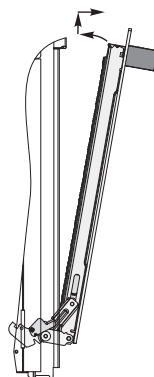

рис. 13
4. Взять дверцу за боковые стороны и потянуть на себя и вверх, чтобы освободить нижние оси шарниров, см. рис.13;